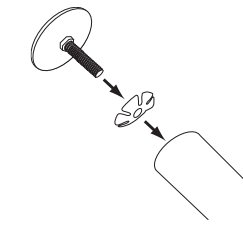

FIG. 7.0
1. En utilisant les mesures de longueur pour les barres de penderie (F) prises de votre configuration sélectionnée (se reporter au schéma de configuration sélectionnée), mesurer et couper la longueur si nécessaire.
2. Sélectionner les capuchons d'extrémité de barre de penderie et visser l'écrou dans l'extrémité de barre. (Fig. 7.0)